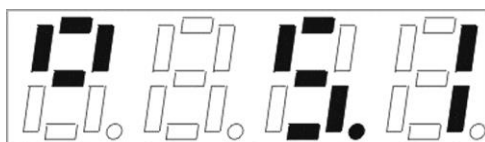

Рисунок 7
– На экране отобразится ориентировочная толщина образца (рисунок 7).